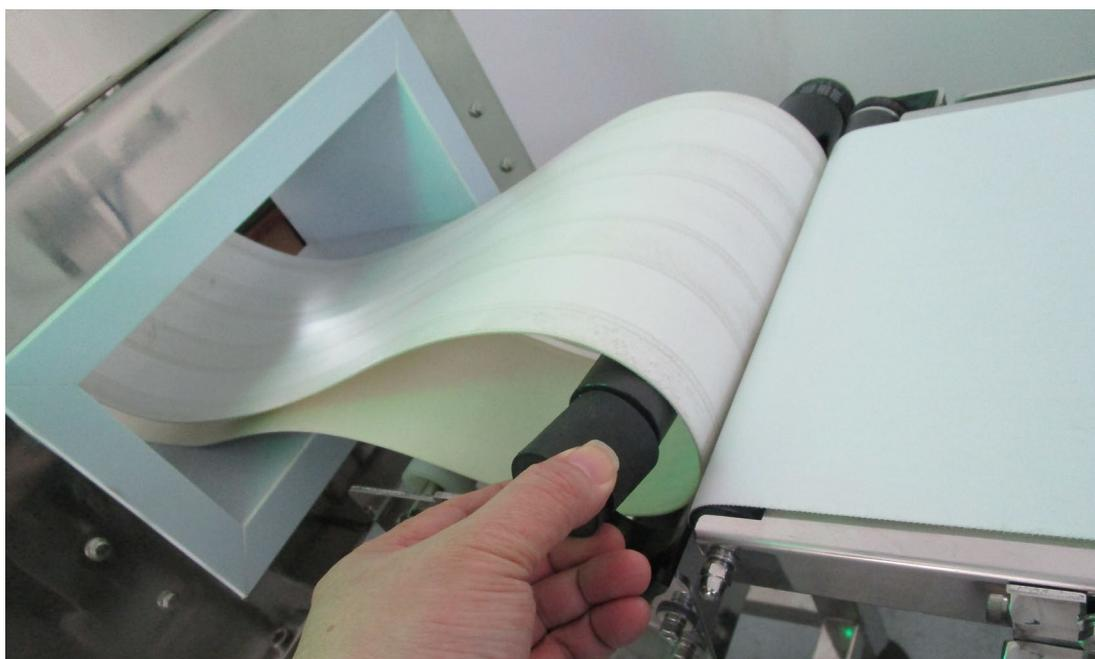

图 4-5 取出输送带
5) 轻轻地拿起主动辊未固定的一侧，取出输送带（图 4-5）。